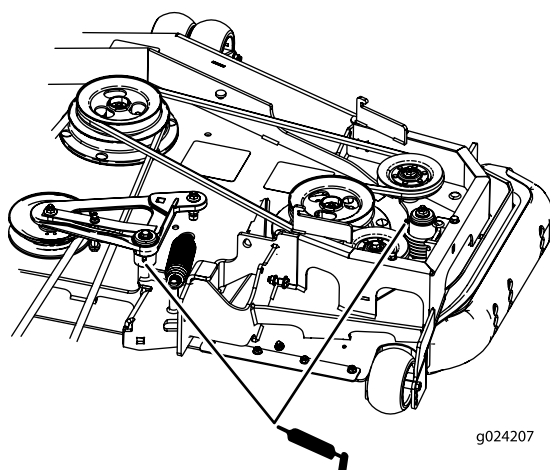

Figura 41
6. Engrase los brazos tensores de la correa de la carcasa (Figura 41).